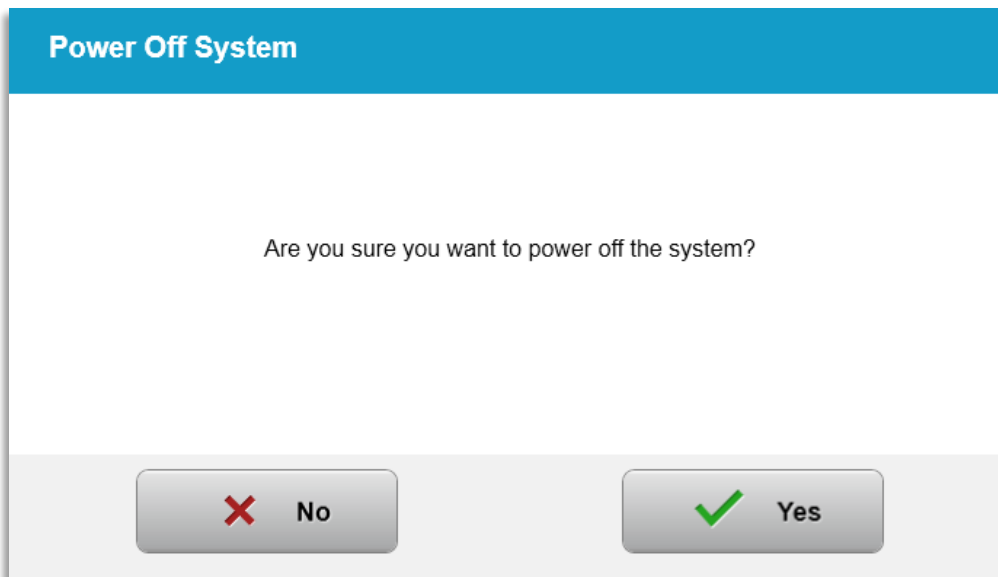

Bild 3-48. Bekräfta "Avstängning" (Power Off)
- Bekräfta avstängningen genom att välja "Ja" (Yes) som visas på bild 3-48.